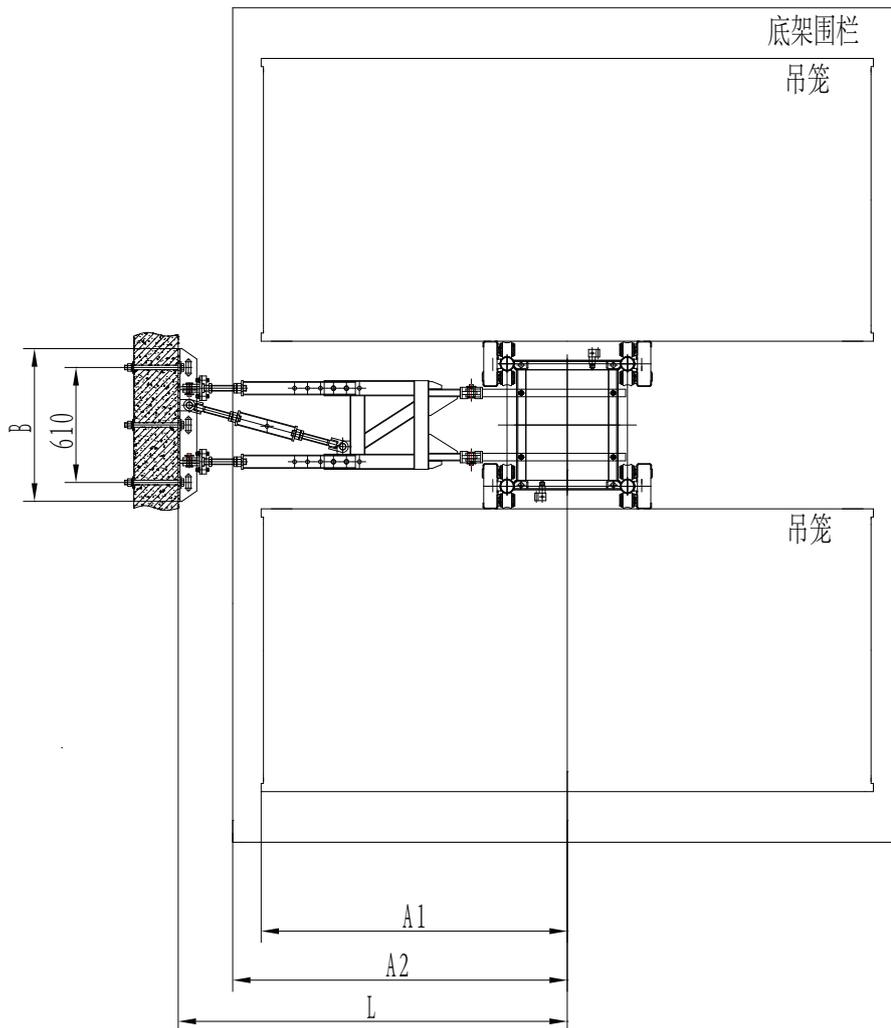

图3.2-5 V型附墙架示意图
- 2) 更换部分零部件，可转换为VA型附墙使用，原附着装置小联接架、后联接杆可通用，附墙距离 $L=1700\sim 2000\text{mm}$ 、墙体连接宽度 $B=610\text{mm}$ ，如图3.2-5所示。